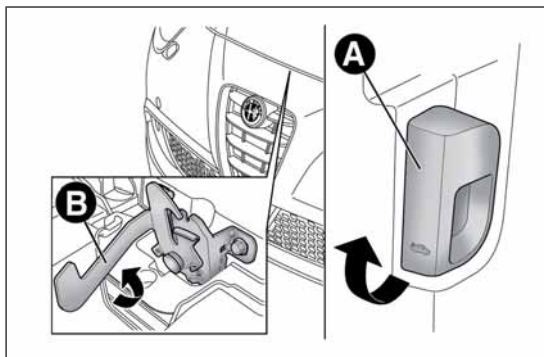

РИС. 68
- потяните рычаг А РИС. 68 в направлении, указанном стрелкой;